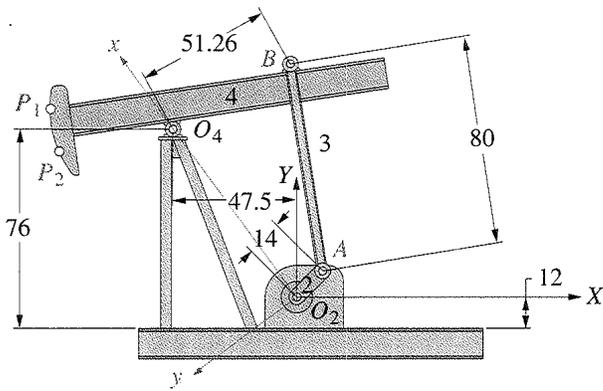

FIGURA P4-16 Problemas 4-52 a 4-54 Bomba de campo petrolero, cotas en pulgadas
- 4-52 En el mecanismo mostrado en la figura P4-16, ¿cuáles son los ángulos que el eslabón 2 forma con el eje X positivo cuando los eslabones 2 y 3 están en las posiciones de agarrotamiento?
- 4-53 Las coordenadas del punto P_1 en el eslabón 4 en la figura P4-16 son (114.68, 33.19) con respecto al sistema de coordenadas xy cuando el eslabón 2 está en la posición mostrada. Cuando el eslabón 2 está en otra posición las coordenadas del punto P_2 con respecto al sistema xy son (100.41, 43.78). Calcule las coordenadas del punto P_1 y P_2 en el sistema XY para las dos posiciones del eslabón 2. ¿Cuál es la característica sobresaliente de las coordenadas de P_1 y P_2 en el sistema XY ?
- †4-54 Escriba un programa de computadora o use una calculadora de ecuaciones como *Mathcad*, *Matlab* o *TKSolver* para calcular y graficar la posición angular del eslabón 4 con respecto al sistema de coordenadas XY y el ángulo de transmisión en el punto *B* del mecanismo mostrado en la figura P4-16 en función del ángulo del eslabón 2 con respecto al sistema XY .